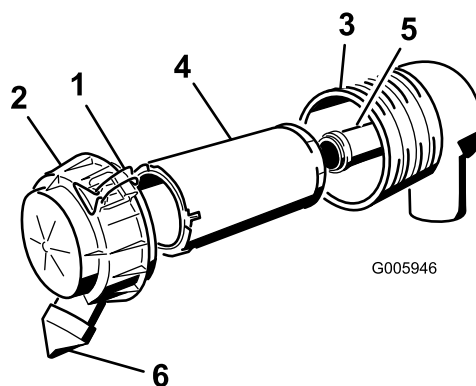

図 28
3. エアクリーナのラッチを外し、ボディからカバーを外す（図 28）。
6. 1次フィルタをゆっくり引き抜くようにしてエアクリーナのボディから外す（図 28）。ボディの側面にフィルタをぶつけないように注意すること。
9. 安全フィルタを交換する場合には、十分に注意しながら、フィルタのボディに挿入する（図 28）。
10. 1次フィルタをゆっくり押し込むようにして安全フィルタの上から取り付ける（図 28）。フィルタの外側リムをしっかりと押さえて確実にボディに密着させる。
11. 上下方向を確認してエア・クリーナ・カバーを正しく取り付け、ラッチを掛ける（図 28）。